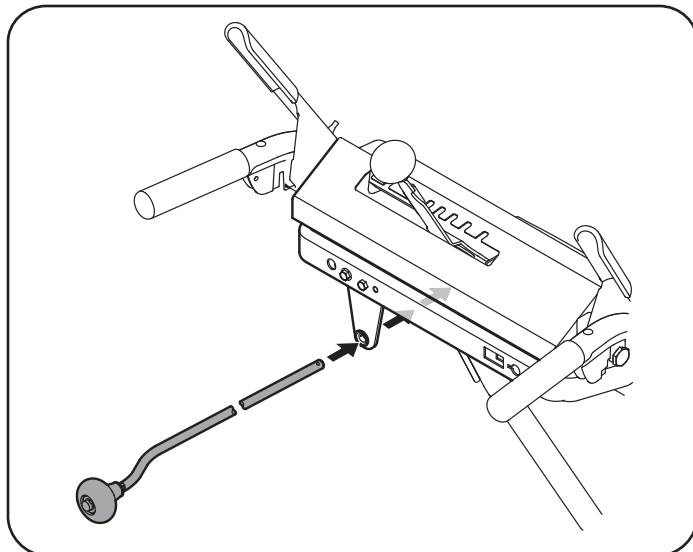

Figura 16
4. Inserte la varilla de control del canal en la ménsula de soporte que está en la parte posterior del tablero de instrumentos. Consulte Figura 16.